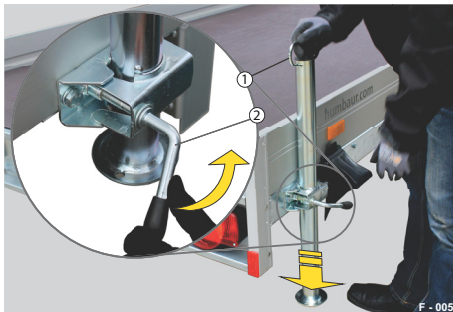
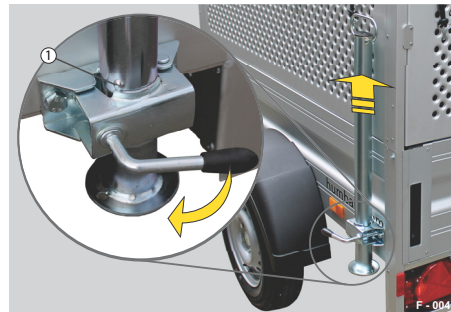

Abb. 26 Schiebестütze herunterstellen
Abb. 27 Hochstellen, Fahrstellung
- ▶ Knebelgriff (Abb. 26/2) aufdrehen. Schiebестütze (Abb. 26/1) dabei am Griff festhalten.
- ▶ Knebelgriff (Abb. 26/2) aufdrehen.
- ▶ Schiebестütze (Abb. 26/1) am Griff hochziehen. Der Schweißpunkt (Abb. 27/1) sollte auf der Kante der Klemmschelle aufliegen.